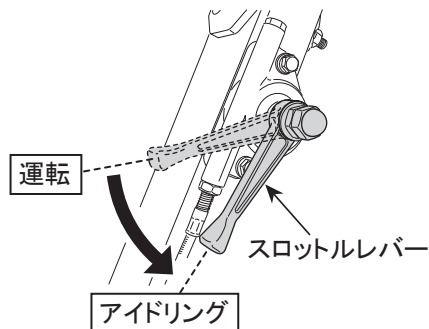

図 18
3. 作業を止める時は、スロットルレバーをアイドリング位置へ素早く戻します。(図18)